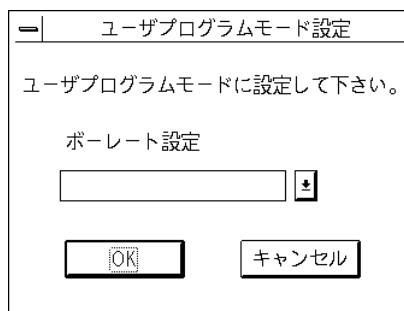

図 2.8 ユーザプログラムモードダイアログボックス
- (2) 図 2.8 のユーザプログラムモードダイアログボックスで [OK] ボタンを選択すると、F-ZTAT マイコンへユーザデータを送信することが可能となります。[キャンセル] ボタンを選択すると、本ツールを終了します。